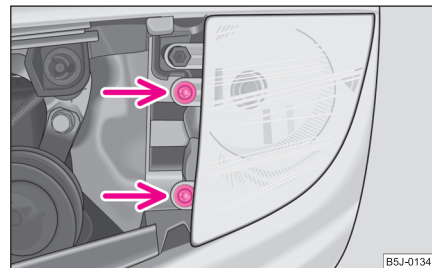

Fig. 187 Demontarea becului farului de ceață
- Desfaceți șuruburile ⇒ fig. 187 și scoateți farul de ceață. ►
- Înșurubați șuruburile ⇒ pagina 213, fig. 187 și montați grila ⇒ pagina 204. ■